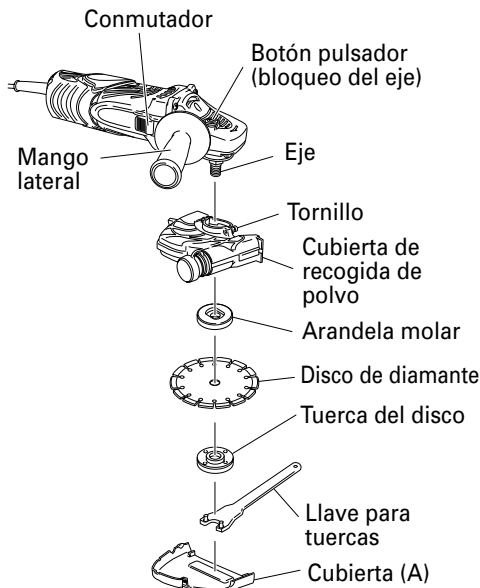

Fig. 5
- (1) Retire la cubierta (A).
- (2) Limpie completamente todo el polvo acumulado en el eje y en las arandelas.
- (3) Tal y como se muestra en la Fig. 5, las partes cóncavas de la arandela del disco y la tuerca del disco deben estar en un lateral del disco de diamante.
- (4) Agarre bien la tuerca del disco.
Utilice la llave proporcionada para extraer la tuerca del disco. (Fig. 5)